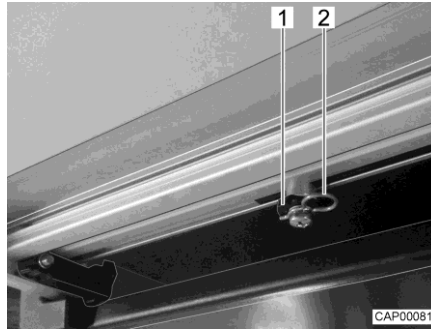

Fig. 2 Asta di azionamento (scalino di ingresso)
- Sul lato inferiore dello scalino di ingresso, estrarre le due clip di sicurezza (Fig. 2,2) che si trovano sulle aste di azionamento (Fig. 2,1).